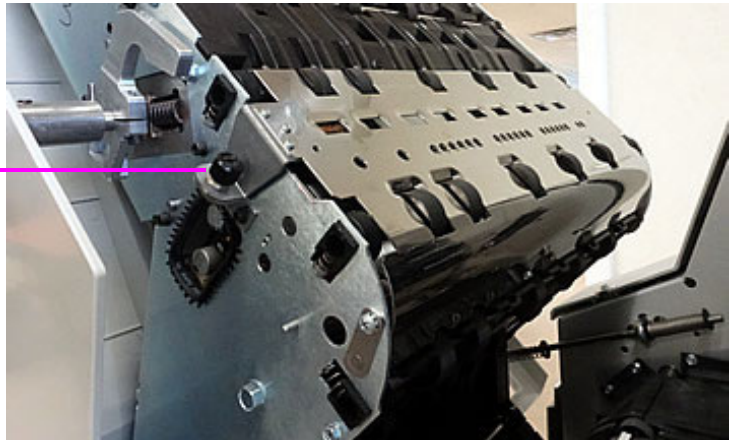

Abbildung 5-4: Rändelschraube des Grafikdruckers lockern
2. Lockern Sie die in Abbildung 5-4 gezeigte Rändelschraube.